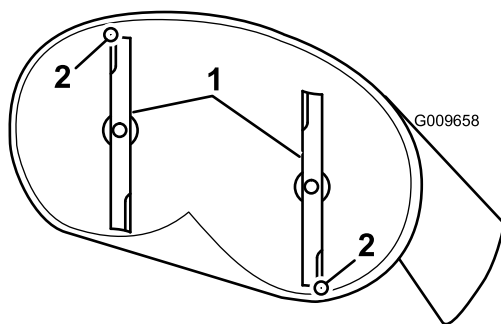
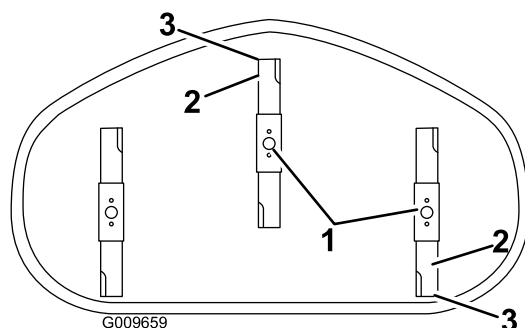

Figure 53
Figure 54
4. Faites pivoter les lames avec précaution pour faire passer les pointes avant à l'arrière (Figure 53 et Figure 54).
5. Mesurez la distance entre la pointe de la lame avant et la pointe de la lame arrière par rapport à la surface plane (Figure 53 et Figure 54).
Remarque: Poursuivez le réglage de l'écrou jusqu'à ce que la pointe avant de la lame soit de 1,6 à 7,9 mm (1/16 à 5/16 po) plus basse que la pointe arrière (Figure 53 et Figure 54).